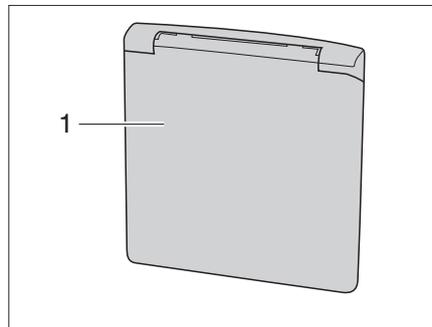

Figura 4 Trampilla para conexión 230 V
- Trampilla exterior (Figura 4,1) engazar abajo y girar hacia arriba.